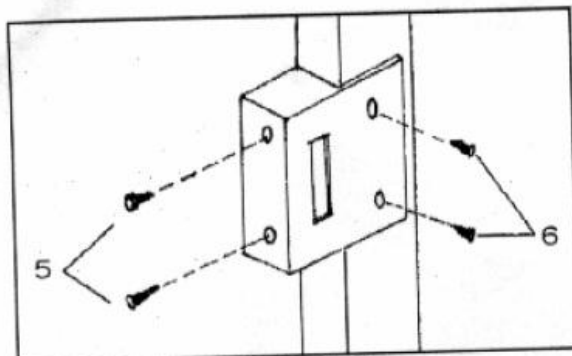

FIGURA 5
6. Coloque então o contra-testa do trinco com os parafusos 5 e 6, no batente conforme indica a figura 5.